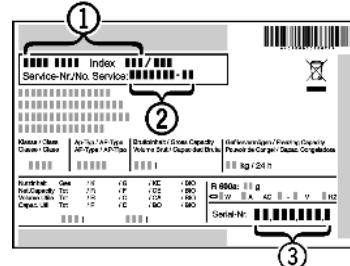

Fig. 3
- ▶ Назва пристрою Fig. 3 (1), сервісний номер Fig. 3 (2) та серійний номер Fig. 3 (3) вказані на табличці типів. Табличка типів знаходитьться всередині пристрою, зліва.
- ▶ Повідомте сервісну службу про характер неполадки, назву пристрою Fig. 3 (1), сервісний номер Fig. 3 (2) та серійний номер Fig. 3 (3).